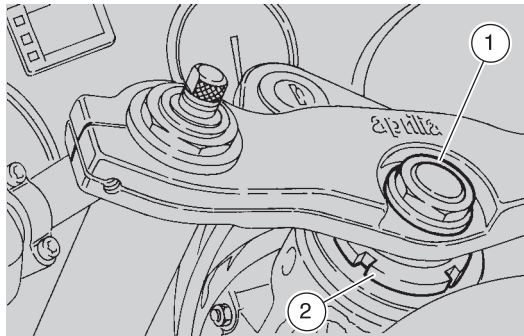

Fig. 46
- s'il est nécessaire de régler le jeu, desserrer le contre-écrou (1-Fig. 46) et intervenir avec la clé approprié sur l'écrou du dispositif de réglage (2-Fig. 46) pour récupérer le jeu;
- serrer à fond le contre-écrou (1-Fig. 46).